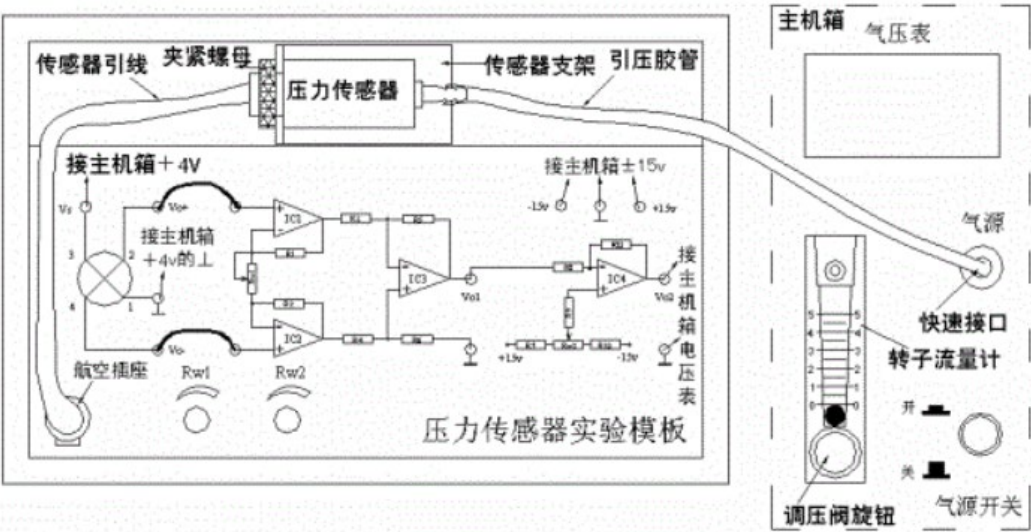

图 4-1 压阻式压力传感器测压实验安装、接线图
1、将压力传感器安装在实验模板的支架上，根据图4-1连接管路和电路（主机箱内的气源部分，压缩机、贮气箱、流量计已接好）。引压胶管一端插入主机箱面板上气源的快速接口中（注意管子拆卸时请用双指按住气源快速接口边缘往内压，则可轻松拉出），另一端口与压力传感器相连。压力传感器引线为4芯线：1端接地线，2端为U0+，3端接+4V电源，4端为U0-
按图4-1将实验模板的放大器输出V02接到主机箱电压表的Vin插孔，将主机箱中的显示选择开